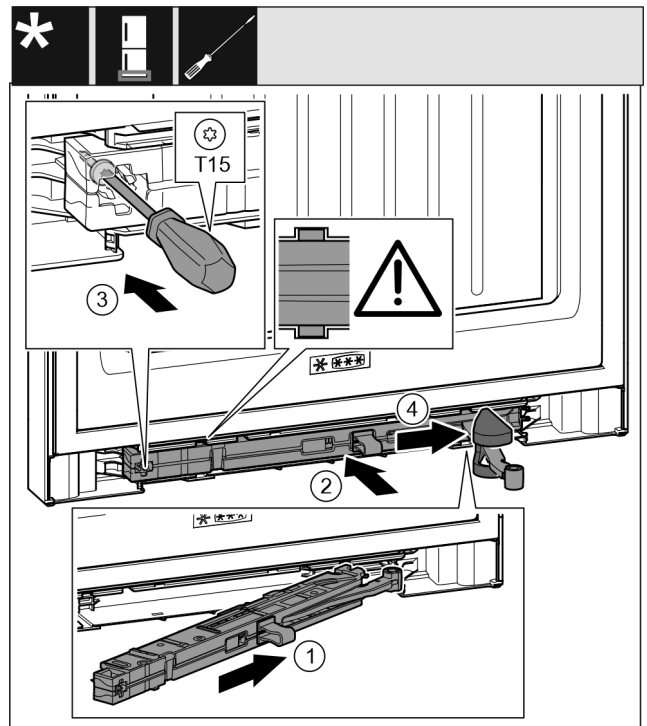

Fig. 35
- ▶ Під нахилом просуньте демпферний вузол з боку опорного кронштейна в отвір до упору. Fig. 35 (1)
- ▶ Повністю вставте демпферний вузол в отвір. Fig. 35 (2)
- ▶ Закрутіть гвинт за допомогою викрутки T15. Fig. 35 (3)
- ▶ Просуньте кришку через шарнір. Fig. 35 (4)